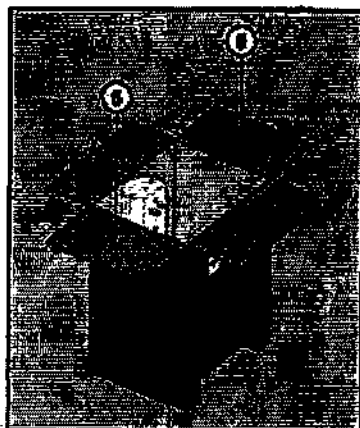

Рис. 3.4.
5. Поставьте коробку вертикально относительно паллета (см. рис. 3.4)